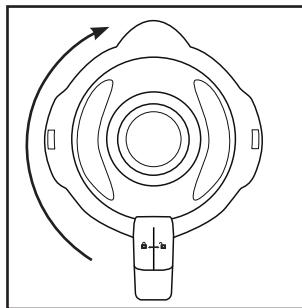

Bild 2
- 4) Sätt sedan tillbaka locket ② med samma förskjutning på mixerbehållaren ③ och tryck fast det. Stäng locket ② genom att vrida det medsols till läge  tills det klickar fast (se bild 2). Kontrollera att mixerbehållarens ③ pip är stängd. Motorn startar bara om locket ② sluter helt tätt.